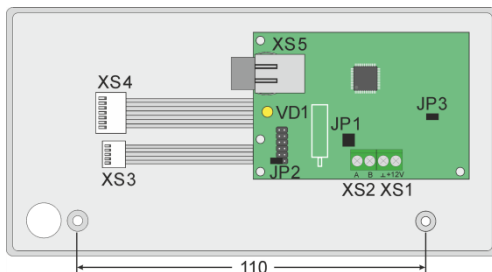

Рис. 2 Внешний вид основания корпуса и платы
- 2) выбрать режим конфигурирования модуля, установив переключку JP2.1 (см. рисунок 2);